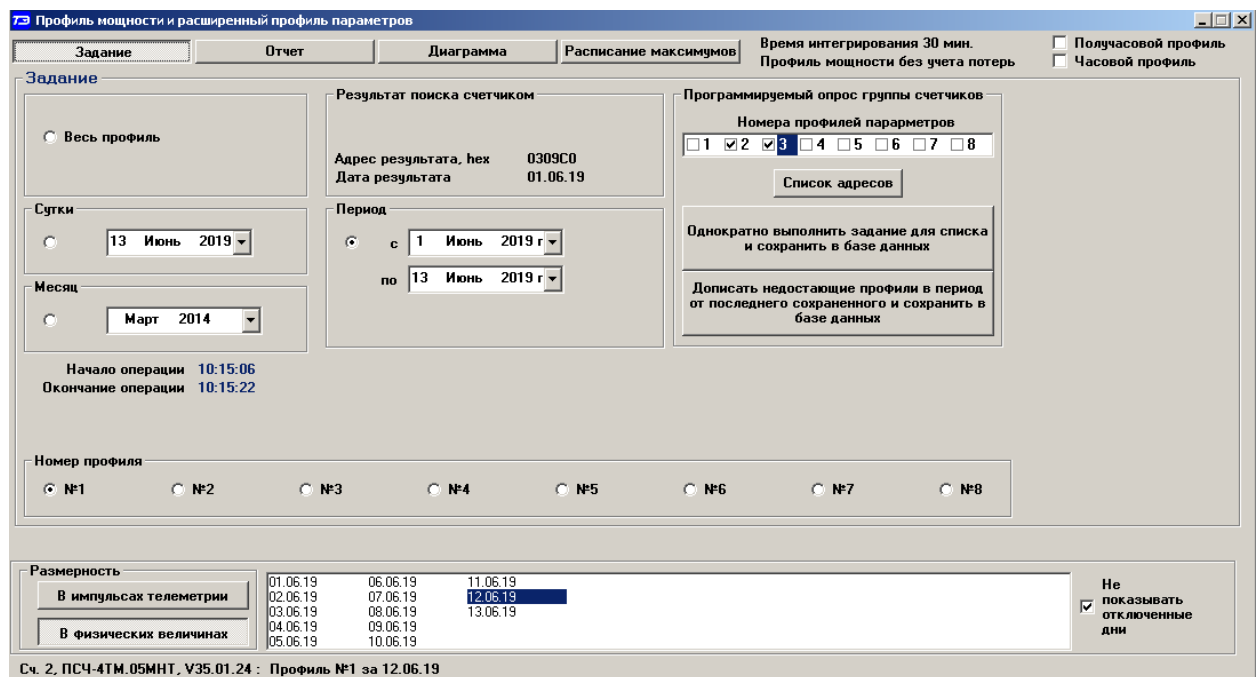

Рисунок 18 – Форма «Профиль мощности и расширенный профиль параметров» вкладка «Задание»
- календарные сутки, за которые прочитан профиль (нижнее окно, рисунок 18);